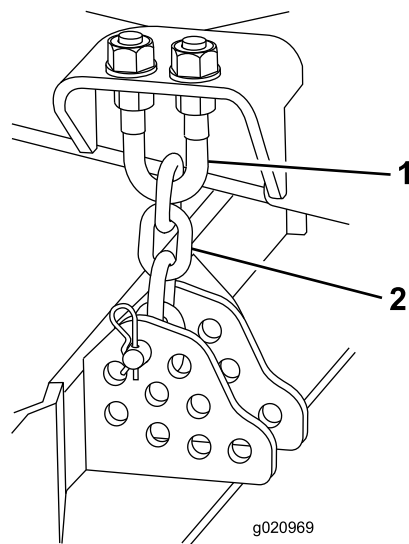

Figura 76
4. Retire el pasador de horquilla y el pasador que fijan las cadenas de ajuste de la altura de corte a la parte trasera de la carcasa de corte (Figura 76).